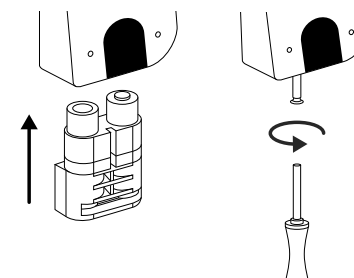

Fig. 5
- 5 Reinscrivere il vano batteria nell'alloggiamento e avvitarlo (Fig. 5).